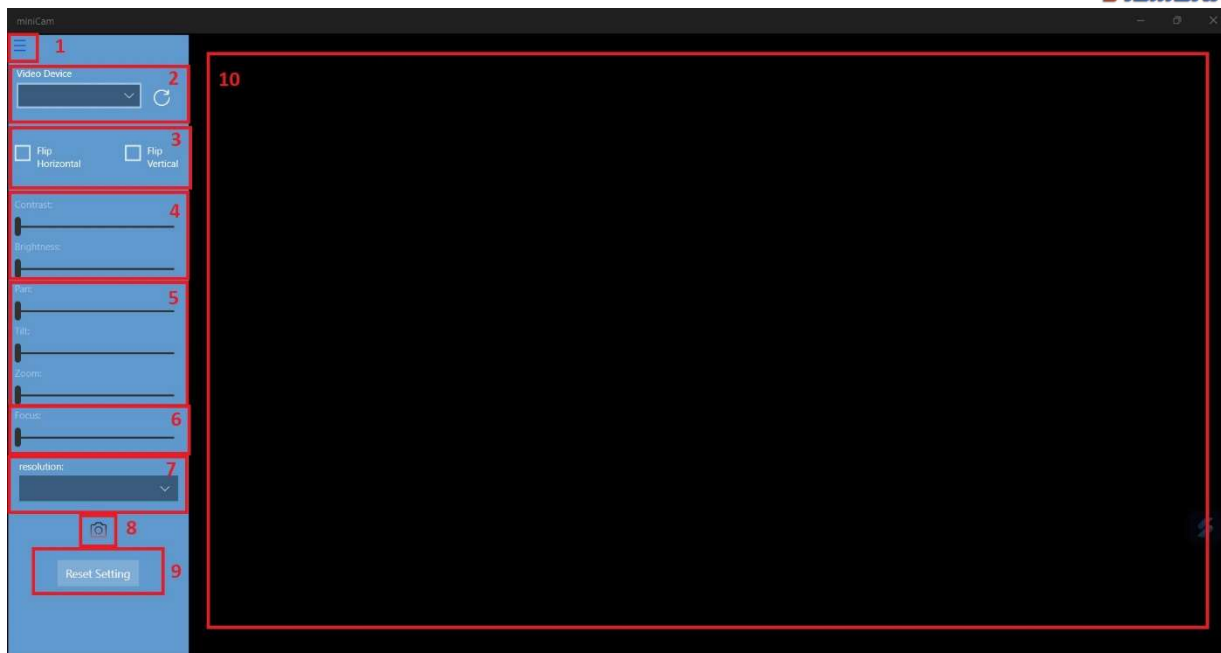

Abbildung 6: Die *miniCam* Software für die AVT 4K-MiniCam
Das *miniCam*-Programm besitzt eine sehr intuitiv verständliche Oberfläche. Die Hauptbereiche sind in Abbildung 6 gezeigt.
4. Wie in Abbildung 6 zu sehen ist, können sowohl Kontrast als auch die Helligkeit angepasst werden. Dabei haben die Werte eine Spanne von 0 bis 255.